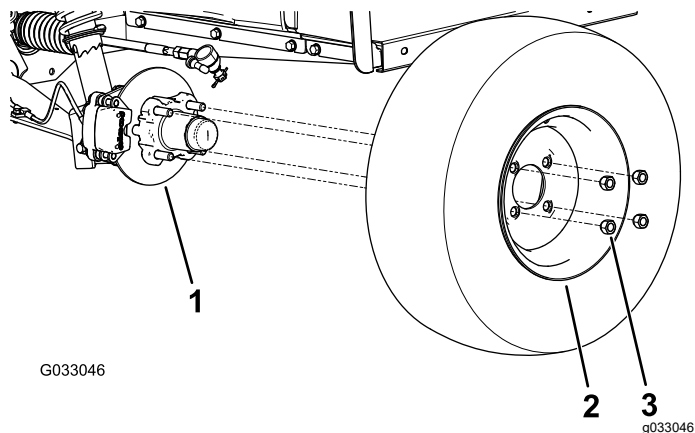

Рисунок 32
2. Отверните 4 зажимные гайки, которые крепят каждое колесо к ступице (Рисунок 32).
4. Совместите отверстия в колесе со шпильками в ступице и установите колесо на ступицу так, чтобы вентиль шины был направлен наружу (Рисунок 32).
5. Закрепите колесо на ступице с помощью зажимных гаек (Рисунок 32).